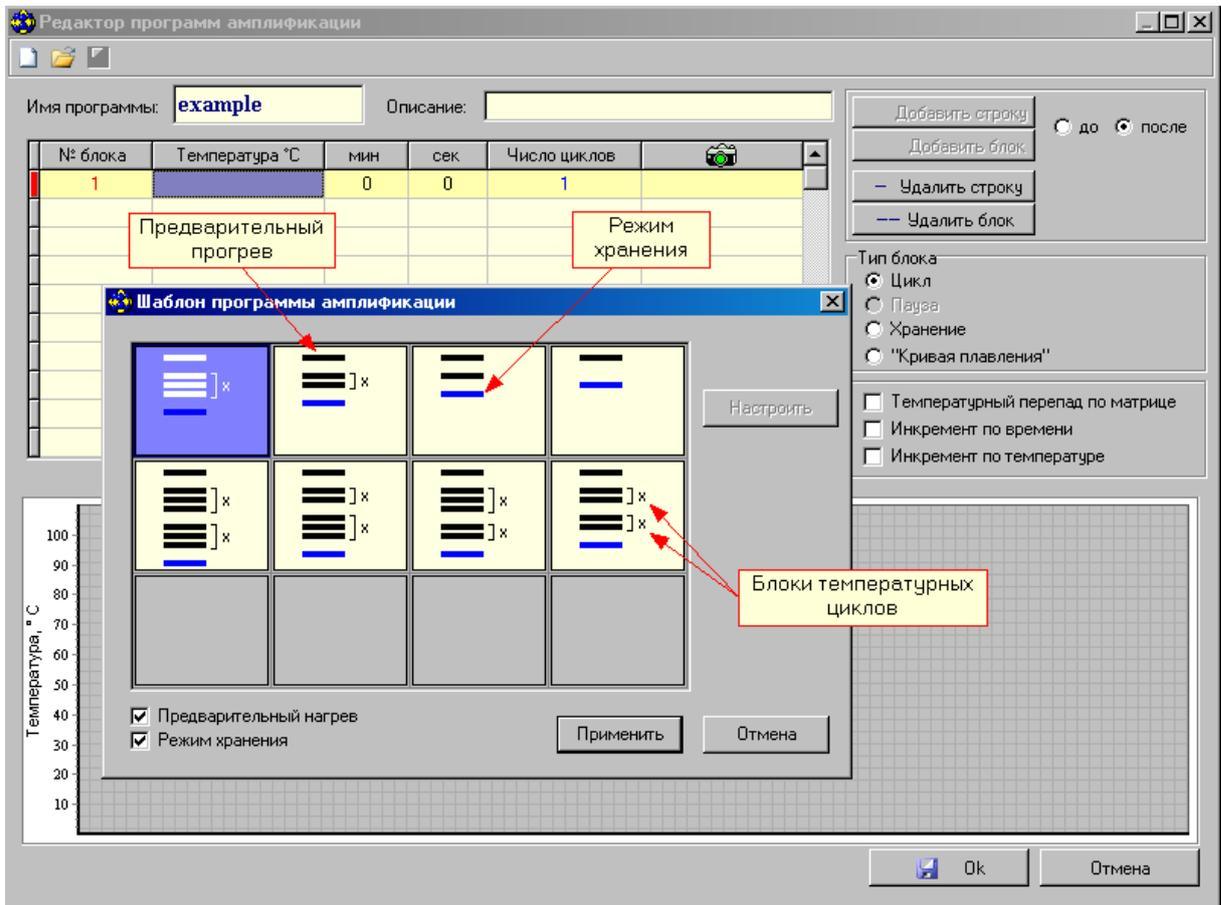

Рис.24. Создание программы амплификации с использованием шаблона.
2. Создать новую программу амплификации (кнопка ) , используя окно Шаблон программы амплификации (Рис.24).